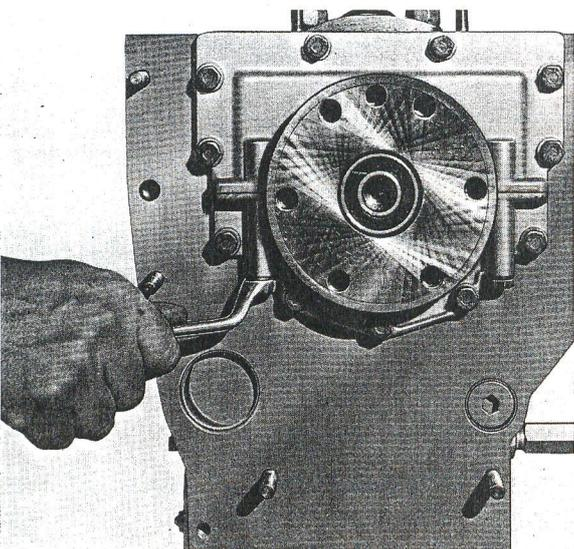

Fig. K8 — Rear bearing cap assembly being secured with screws onto the crankshaft.
6. Déposer les vis de fixation des demi-couvercles d'étanchéité du palier arrière (fig. K8).
4. Assembler les demi-couvercles autour du palier arrière du vilebrequin à l'aide des deux vis (fig. K8).